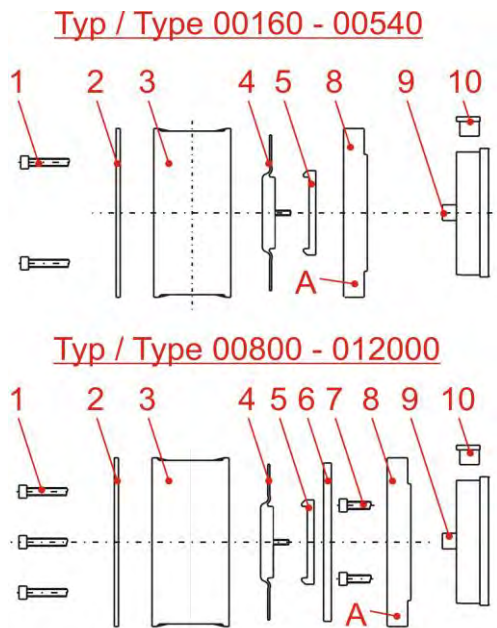

Fig. 11.3 Montage des soupapes de dosage dans la position correcte
- ✘ la bonne mise en place des vis de dosage (chapitre 11.2, fig. 11.3, pos. 1) (contrôler si elles sont bien serrées, couple de serrage 3 - 4 Nm).